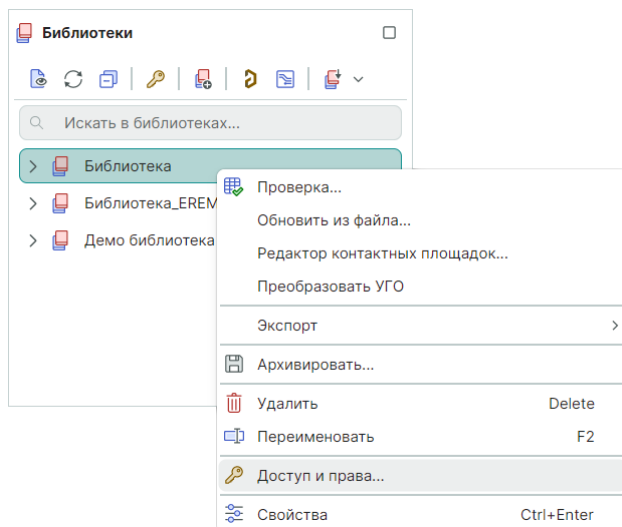

Рис. 17 Активация инструмента «Доступ и права»
1. Выберите библиотеку, для которой необходимо настроить доступ и права других пользователей при совместном использовании выбранной библиотеки, см. Рис. 17.